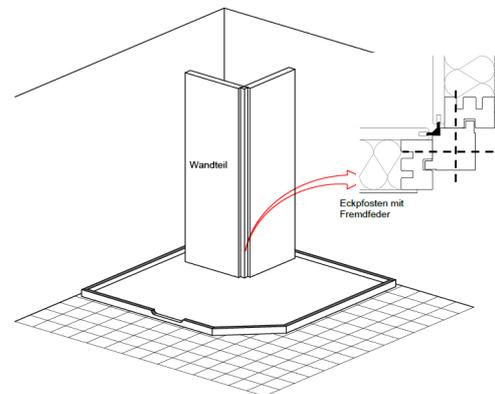

Abbildung 5
1. Den Eckpfosten mit dem ersten Wandelement oben bündig ausrichten und festschrauben (5 x 80 mm) (Abbildung 5).